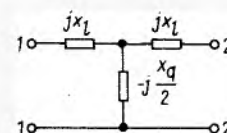

Bild 11. Das T-Grundglied
3.3.2 Wellenwiderstand des T-Grundgliedes (Bild 11)
Mit den Bezeichnungen nach Bild 11:
und nach Bild 11